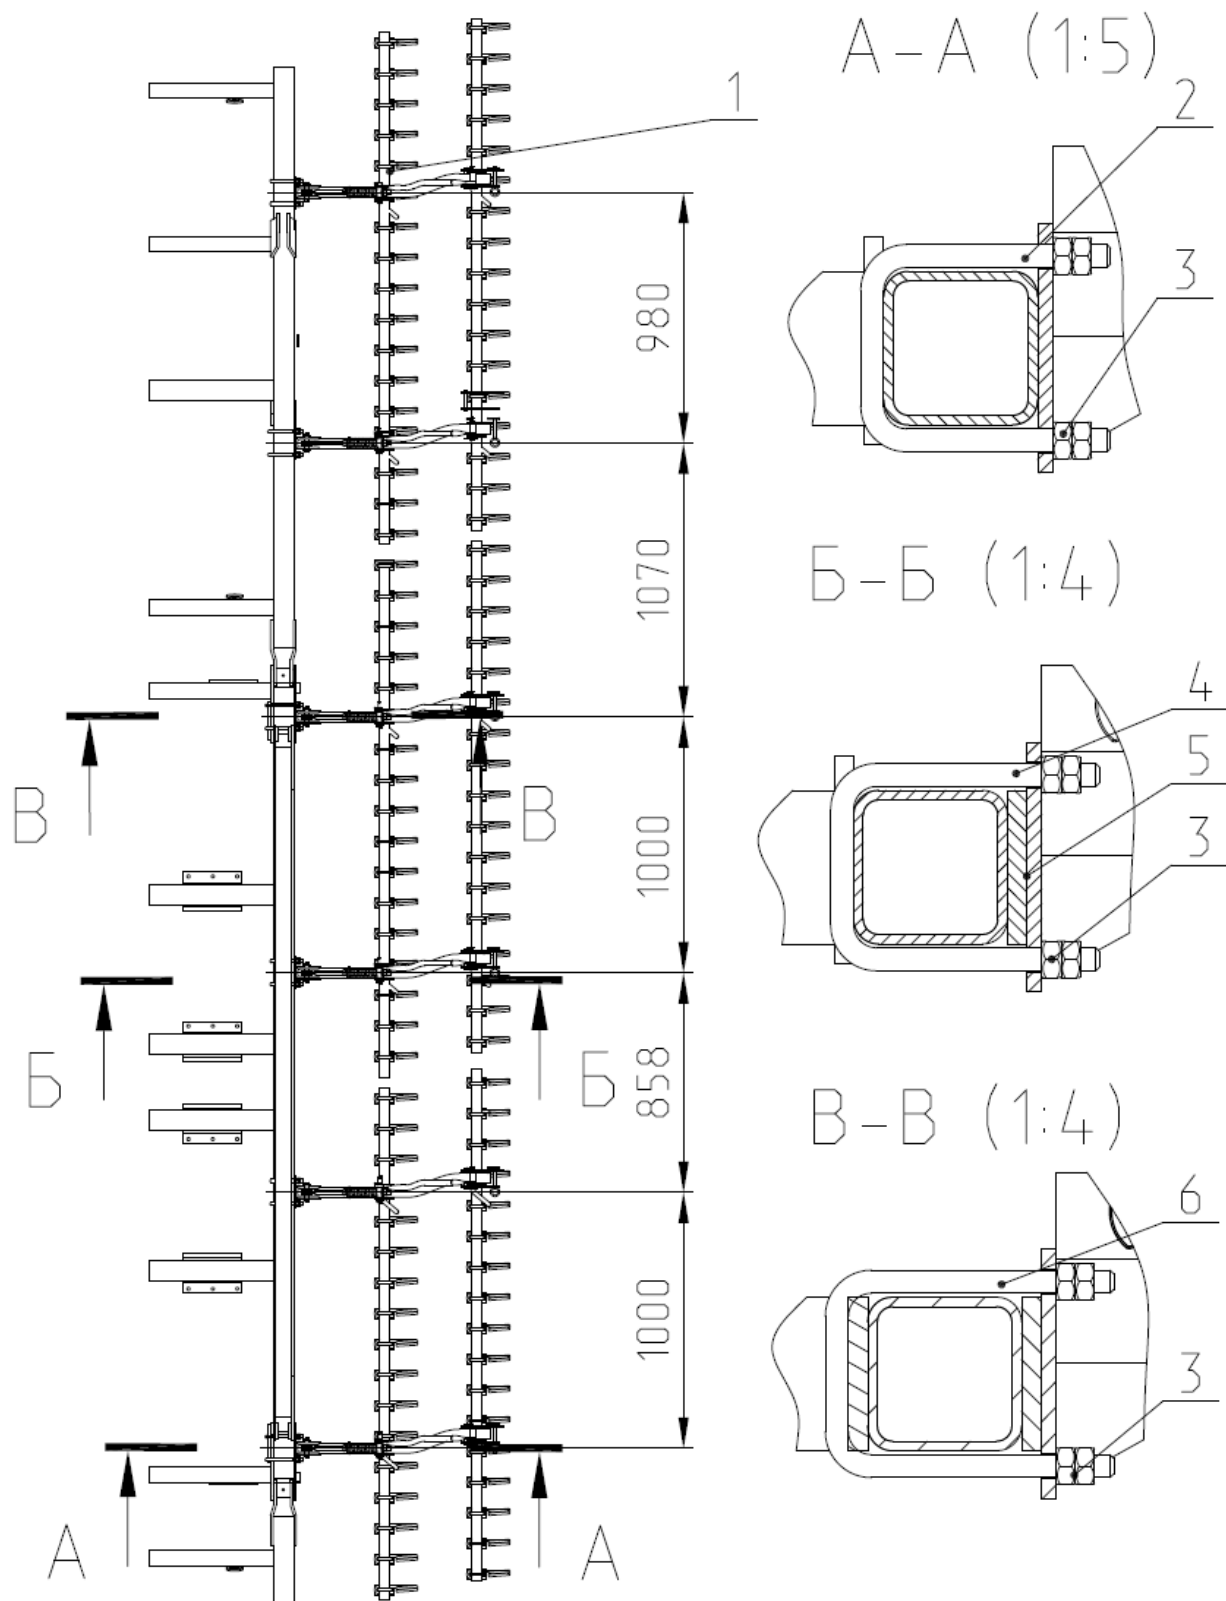

Рис.20 Комплект 2-х рядных гребенок.
2.17 Гребенки 2-х рядные КСП (Рис.20). крепятся к центральной секции КСП 01.000 и крылу КСП 01.090 и КСП 01.090-01 закрепленный скобами 2 и гайкой 3.